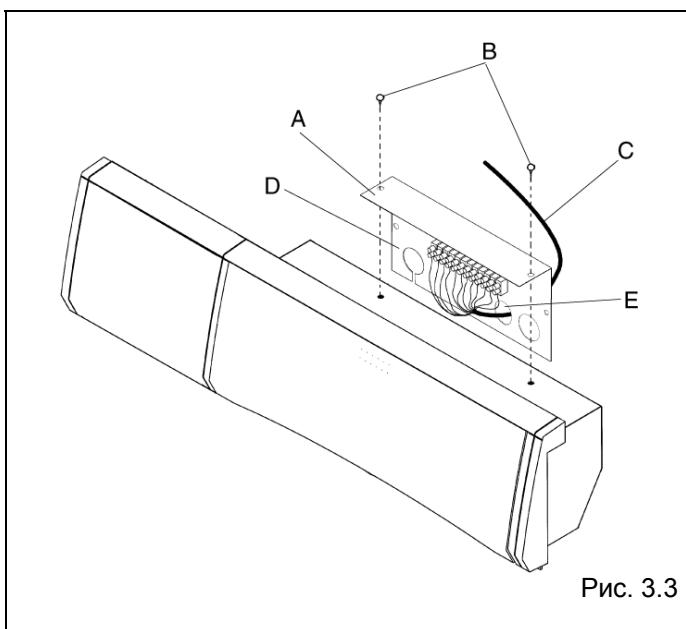

Рис. 3.3
- выньте деталь, к которой крепится клеммник (A) и которая находится в панели управления бойлера. Для этого ослабьте и выньте крепежные винты (B) (рис. 3.3)
- присоедините 5-жильный провод (C) (минимальное сечение 0,75 мм2 с двойной изоляцией) к клеммнику (D) панели управления (рис. 3.3), при этом он должен пройти через заднюю стенку бойлера, через одно из отверстий для проводов (E), которые находятся в детали, на которую крепится клеммник (A).
- установите обратно в панель управления держатель клеммника (A) и закрепите его винтами (B)